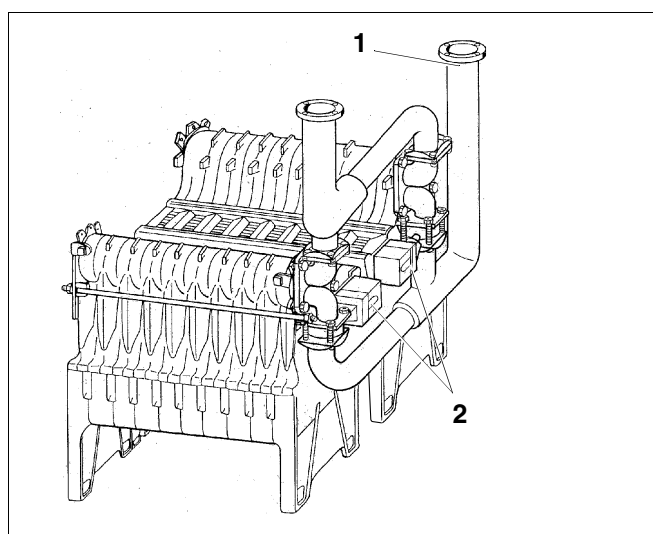

Fig. 29 Bloc chaudière avec vannes motorisées
- Visser à fond le tuyau de retour (fig. 29, **pos. 1**) (en croix, 4 boulons par côté).